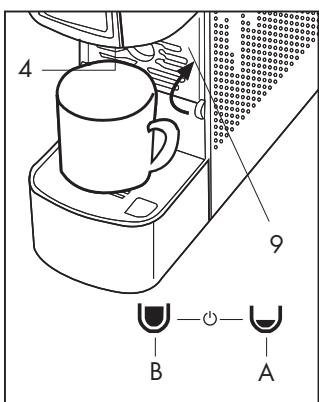
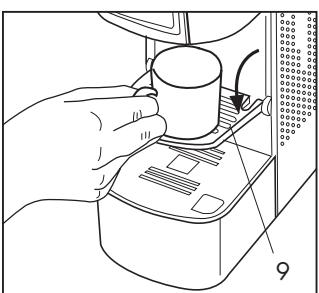

Fig. 5
Fig. 6
- Cierre el soporte taza pequeña (9) y coloque una taza grande vacía debajo de la boquilla de dispensación (4). Cuando las teclas del panel de mandos (2) se iluminan permanentemente la máquina está lista para el uso. Presione el botón (A) o (B) la máquina dispensa agua, presione otra vez la tecla tras alcanzar la cantidad de agua deseada. La máquina se enjuaga cuando se han dispensado al menos 3 vasos de agua. (**Fig. 5**)
abrir el soporte (9) para preparar correctamente un café expresso y para utilizar las tazas pequeñas (**Fig. 6**). Para el uso de tazas grandes, cierre el soporte (9) y coloque la taza directamente en la rejilla recogegotas (5) (**Fig. 5**)